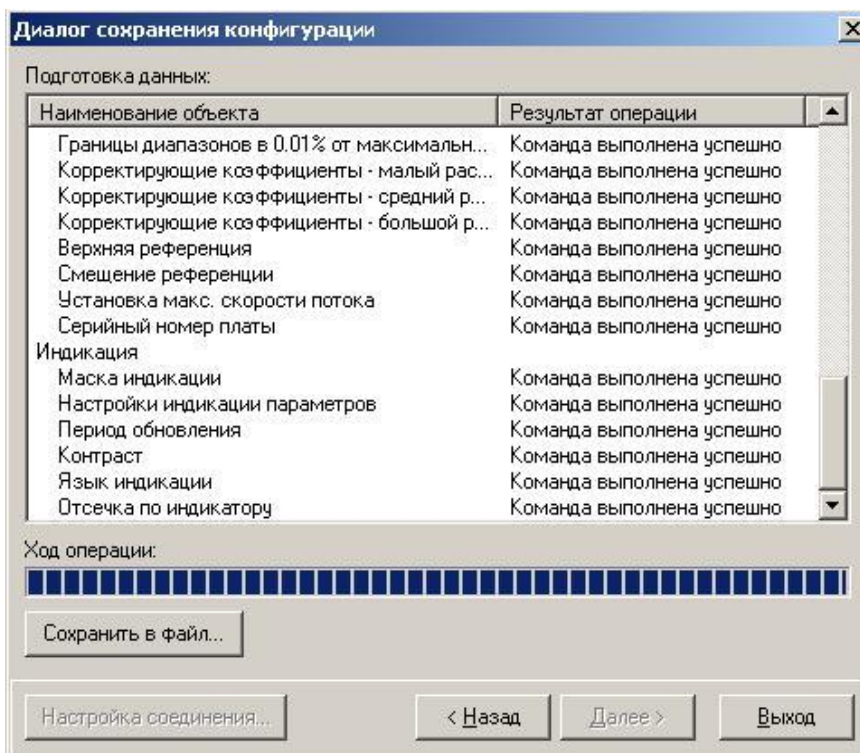

Рис.21. Окно «Диалог сохранения конфигурации» / «Ход операции».
- после окончания считывания всех выбранных параметров станет активной кнопка «**Сохранить в файл**», нажав которую можно ввести имя файла и сохранить прочитанную конфигурацию (рис.21).